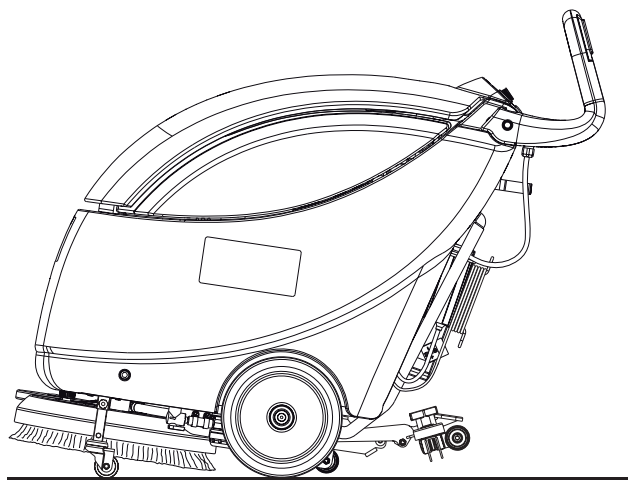

Figure 5
1. Porter l'interrupteur général (26) sur « 0 » pour arrêter la machine.
2. Débrancher la fiche du câble d'alimentation (21) du réseau électrique et l'enrouler autour du logement.
3. Soulever l'embouchure (46).
4. Actionner la goupille de positionnement (24), puis activer le dispositif de transport / stationnement (23a) de la machine pour maintenir la brosse / plateau support disque soulevé (Figure 5).
6. Le travail effectué, afin de ne pas entraîner la brosse / disque sur le sol et de ne pas laisser des traces mouillées, déposer la brosse / disque de la tête en suivant la procédure de décrochage (voir la procédure suivante) et puis l'appuyer sur le support avant (33).